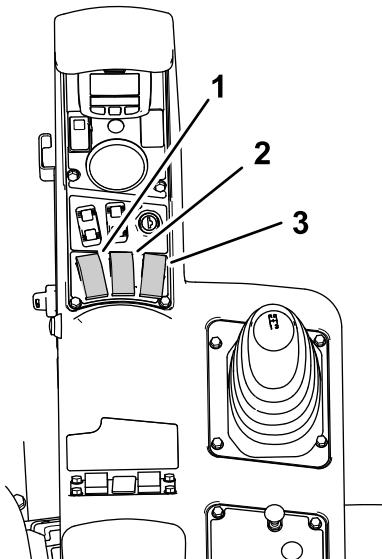
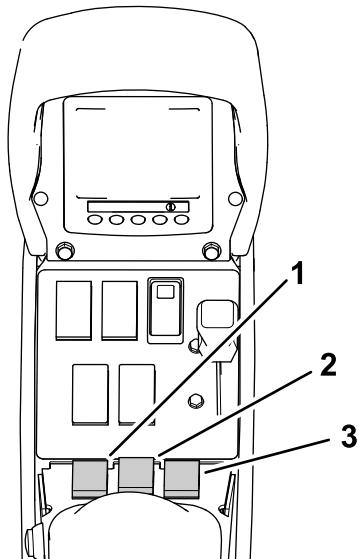

Figura 64
Figura 65
1. Ajuste los 3 interruptores de secciones (situados en la consola de control de la máquina) en la posición ACTIVADO (Figura 64 y Figura 65).